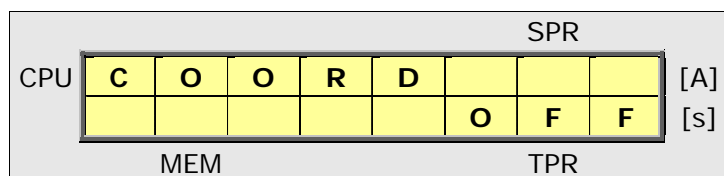

Fig.19 – Impostazione logica di COORDINAMENTO
- La **logica di COORDINAMENTO** dei DPL-M01 consente di impostare una selettività delle protezioni. Per abilitare il controllo dell'ingresso (**LC**), in programmazione, è necessario tenere premuto **SET** e premere **OK**. Dal menù in Fig.19 premere le frecce per abilitare o disabilitare la logica. Lo stato "ON" indica che il controllo su (**LC**) è attivo e che dunque, in presenza di coordinamento, i tempi di scatto del DPL-M01 verranno dilatati ai valori massimi.